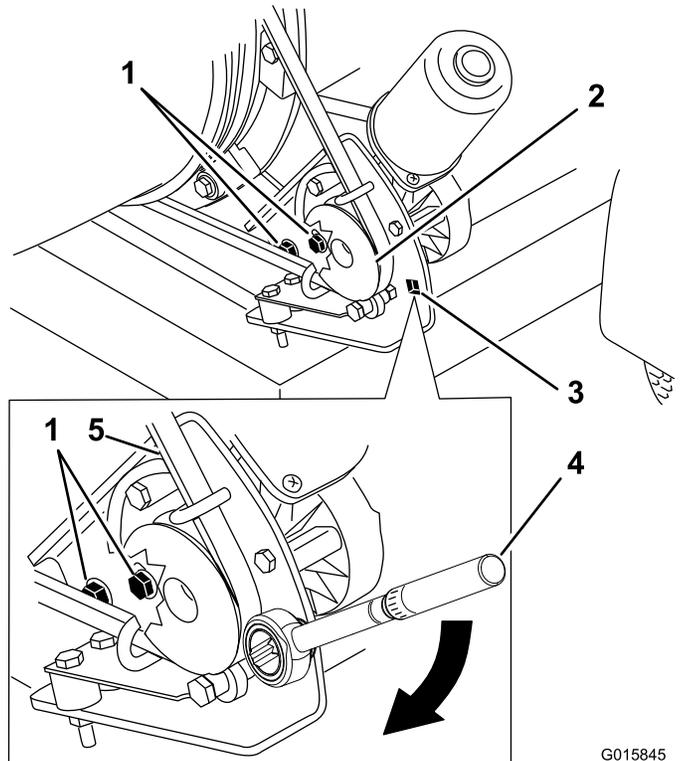

Figura 35
1. Afloje los pernos que sujetan el soporte de montaje de la polea al bastidor del soplador (Figura 35).
2. Coloque una llave dinamométrica en el soporte de montaje de la polea (Figura 35).
3. Gire el soporte de montaje de la polea alejándolo de la tobera del soplador hasta que la llave dinamométrica dé una lectura de 23–26.0 N·m (200–230 pulgadas-libra) (Figura 35).